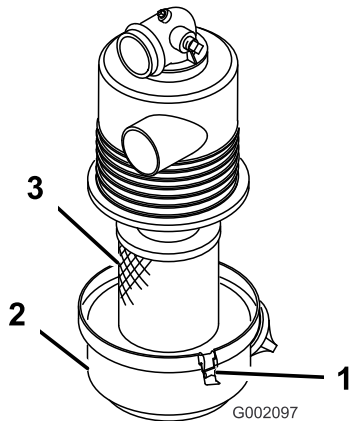

Figura 19
1. Inspeccione la carcasa del limpiador de aire por si hubiera daños, que podrían causar una fuga de aire. Asegúrese de que la tapa hace un buen sello alrededor de la carcasa del limpiador de aire (Figura 19).
2. Abra los enganches que sujetan la tapa del filtro de aire a la carcasa del filtro de aire (Figura 19).
3. Separe la tapa del filtro de aire de la carcasa del filtro de aire, y limpie el interior de la tapa (Figura 19).
3. Instale el elemento del filtro de aire en la carcasa del filtro de aire (Figura 19).
4. Alinee la tapa del limpiador de aire con la carcasa del limpiador de aire (Figura 19).
5. Sujete la tapa a la carcasa con los enganches (Figura 19).